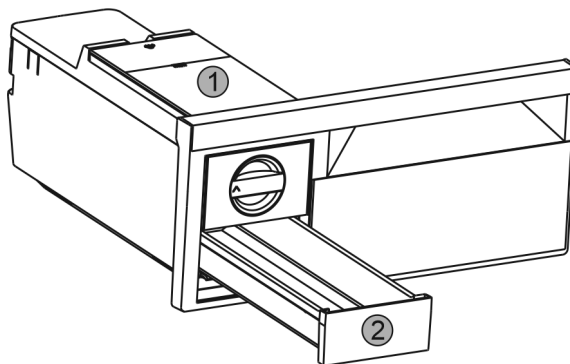

Fig. 54
- ▶ Odoberte nádržku na vodu Fig. 54 (1) a zásuvku na kocky ľadu Fig. 54 (2).